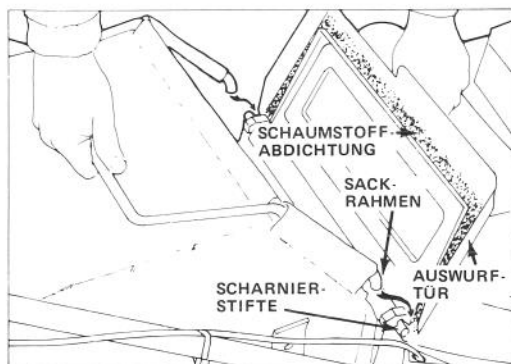

Bild 10
2. EINBAU DES SACKS — Auswurfür anheben und Sackrahmen auf Scharnierstifte haken (Bild 10). Den Sack auf dem Mähergehäuse über der Auswurföffnung aufliegen lassen. Tür schließen